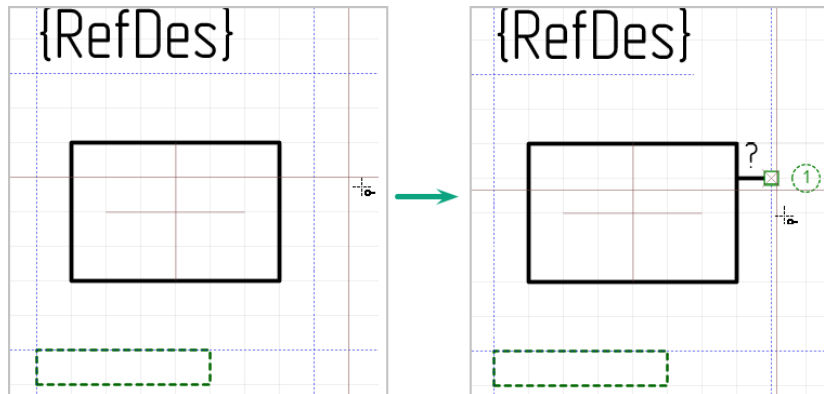

Рис. 142 Курсор при использовании инструмента «Разместить вывод»
2. На Рис. 142 показан курсор , которым отображается инструмент «Разместить вывод» в графическом редакторе УГО. При помещении курсора на линию границы отображается возможный вид вывода.